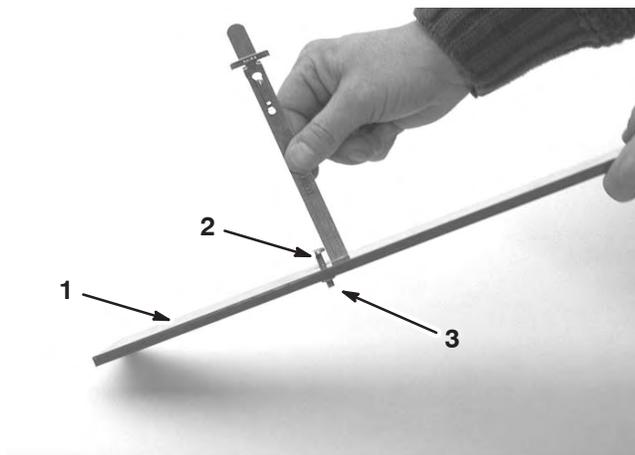

Figure 14
3. Desserrez l'écrou du gabarit (Fig. 14) et tournez la vis de réglage de manière à obtenir la hauteur de coupe voulue. L'écartement entre la base de la tête de la vis et la face du gabarit correspond à la hauteur de coupe.